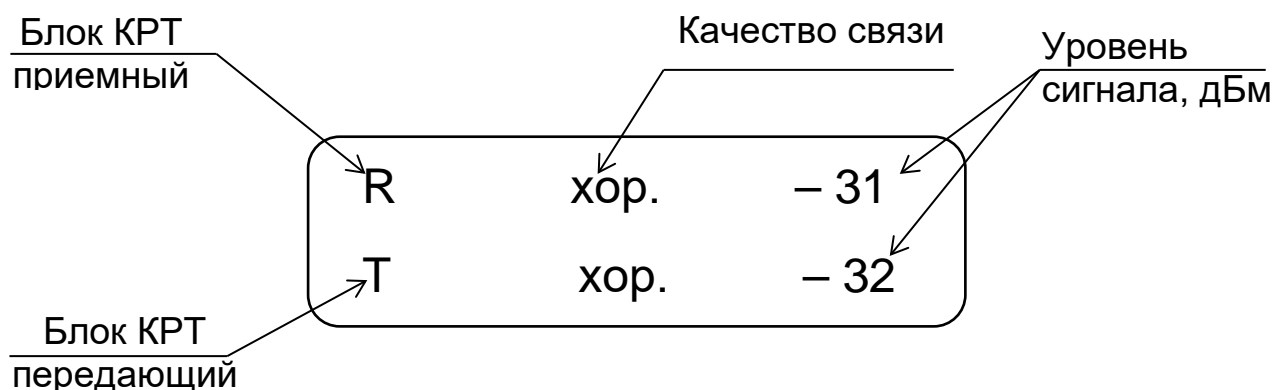

Рисунок 6 – Окно контроля сигнала
2.1.2.8 Включить оба блока КРТ и перевести блоки в режим контроля сигнала: выбрать пункт меню «КРТ Ведущий» («КРТ Ведомый»), нажать кнопку «▲», после чего на индикаторе кратковременно появится надпись «Контроль сигнала», а затем откроется окно контроля сигнала (рисунок 6). В данном окне индицируется уровень сигнала в дБм и качество связи в виде текстового сообщения. Если блок КРТ в обоих строк индицируют уровень сигнала не менее минус 35 дБм (обратить внимание – значения уровня сигнала отрицательные), работоспособность КРТ подтверждена.
- д) Перевести блоки КРТ в режим контроля сигнала: выбрать пункт меню «КРТ Ведущий» или «КРТ Ведомый», нажать кнопку «▲», после чего на индикаторе кратковременно появится надпись «Контроль сигнала», а затем откроется окно контроля сигнала – см. рисунок 6.